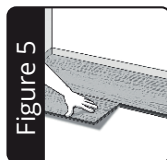

Figure 5
5. Starten Sie die zweite Reihe mit einem Paneel das Sie nach Belieben für das gewünschte Verlegungsmuster zu-rechtschneiden (gekürzte Paneele sollten nicht kürzer als 20 cm sein). Siehe Abbildung 5. Messen Sie die gewünschte Länge des Paneels ab und markieren Sie diese mit einem Bleistift. Bißen Sie dann die Oberfläche des Paneels mit einem Univer-
- 5.** Start the second row with a plank cut to desired length for desired staggered appearance (cut plank should be no less than 20 cm). See Figure 5. Measure the plank for desired length and mark with a pencil. Then score with a utility knife on top of the plank first (several passes) and then snap the plank. You will also need to back cut the under-pad on the bottom of the plank.